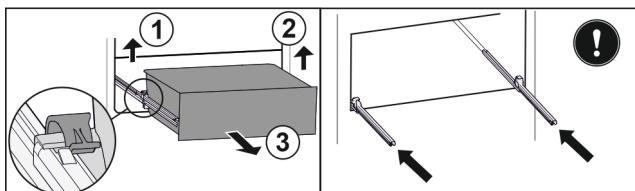

Fig. 79
- Zvedněte levou svorku a současně vytáhněte zásuvku vlevo dopředu. Fig. 79 (1)
- Zvedněte pravou svorku a současně vytáhněte zásuvku vpravo dopředu. Fig. 79 (2)
- Vyjměte zásuvku dopředu. Fig. 79 (3)